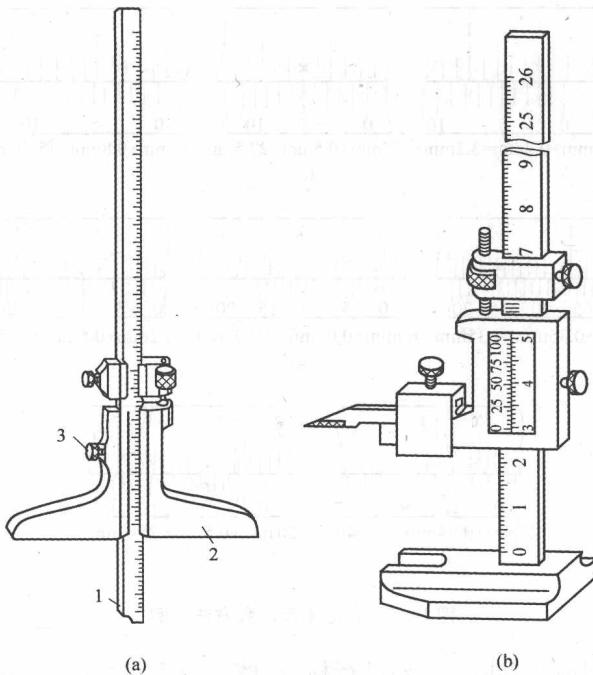

图 1-2 深度游标卡尺和游标高度尺
② 深度游标卡尺和游标高度尺的结构如图 1-2 所示。游标高度尺通常与百分表配合使用，由于底座比较稳定，在测量平板上可以用于测量工件的平行度、对称度、垂直度等，也可以测量工件的长度尺寸。
③ 用游标卡尺测量工件时，读数分三个步骤：